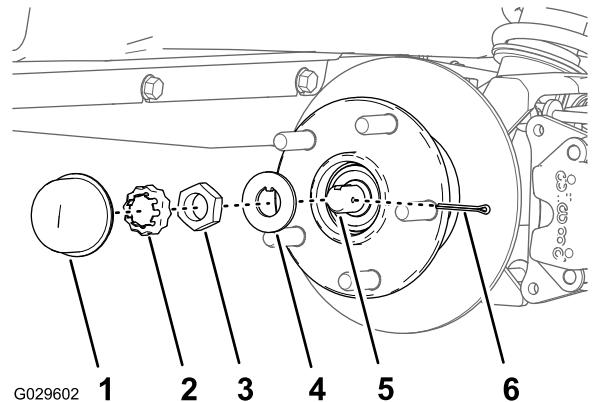

Bild 32
4. Nehmen Sie den Staubdeckel von der Radnabe ab (Bild 32).
5. Nehmen Sie den Splint und die Mutterbefestigung von der Spindel und der Spindelmutter ab (Bild 32).
6. Nehmen Sie die Spindelmutter von der Spindel ab und trennen die Radnabe und den Drehzylinder von der Spindel ab (Bild 32 und Bild 33).